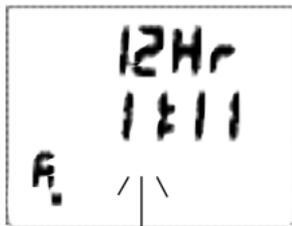

Abb. 40 - EINSTELLEN ZEIT
- Drücken und Halten des Knopfs S (Seite) während der Set-Point STUNDE blinkt (Abb. 40), blättert durch die Set-Points in Schritten von 1 Stunden bei einer Geschwindigkeit von 4 pro Sekunden von 12: Am bis 11: Pm (oder 0: bis 23: für das 24-Stundenformat).